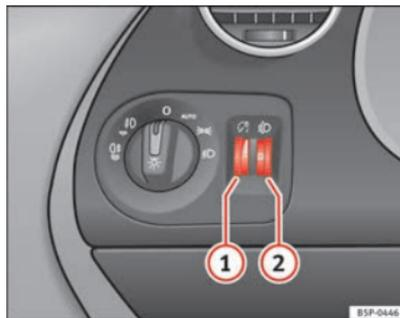

Abb. 73 In der Instrumententafel: Regler für die Instrumenten-/Schalterbeleuchtung und Leuchtweitenregulierung
Bei eingeschaltetem Licht lässt sich die Helligkeit der Instrumenten- und Schalterbeleuchtung durch Drehen des Rändelrades ⇒ Abb. 73 ① stufenlos regulieren.